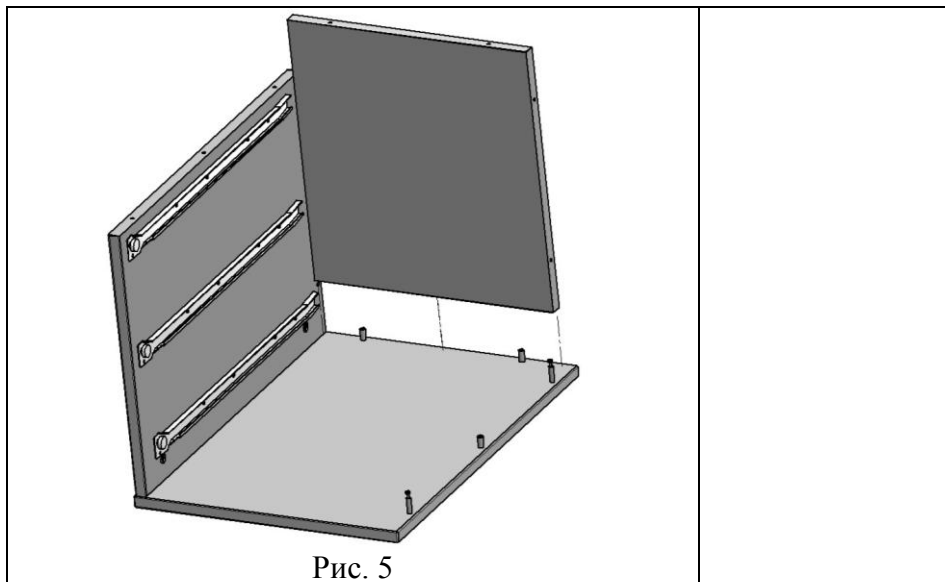

Рис. 5
4.1.5. В сборку по п. 4.1.4. сверху установить стенку заднюю (поз. 6) (см. рис. 5), и соединить стенку боковую правую со стенкой задней при помощи винтов конфирмат KON7,0x50 (поз. 13). Винты конфирмат KON7,0x50 закрыть заглушками конфирмата (поз. 14) (см. рис. 5а).
Рис. 5а